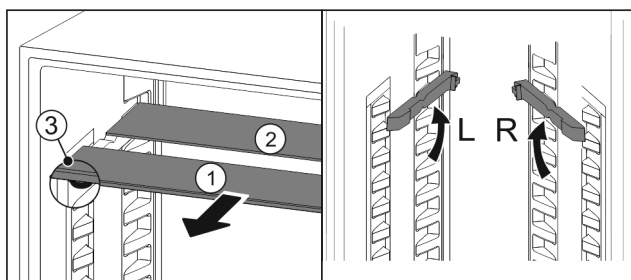

Fig. 17
- ▶ Vytiahnite sklené dosky jednotlivo dopredu Fig. 17 [1].
- ▷ Sklená doska Fig. 17 (1) s ozdobnou lištou leží vpredu.
- ▷ Zarážky Fig. 17 (3) ukazujú nadol.